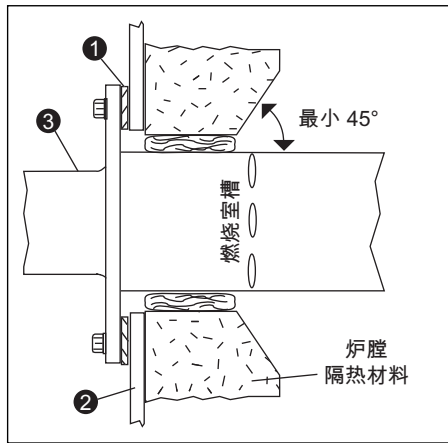

图 3.3. 炉壁
确保炉壁 ② 的强度足以支持燃烧器 ③ 的重量。如果有必要,加强安装面积。参见图 3.3。